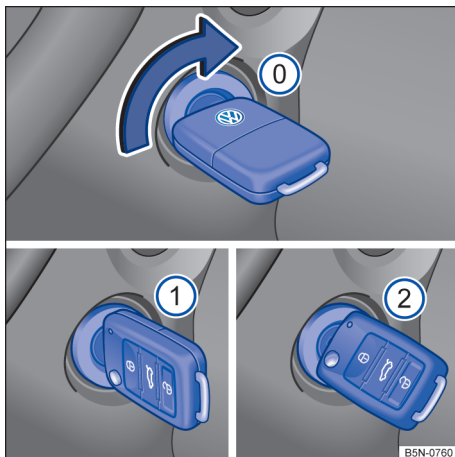

Fig. 84 Ao lado do volante, à direita: posições da chave do veículo no cilindro da ignição.
Posições da chave do veículo → Fig. 84
3.	Girar a chave do veículo na ignição para a posição → Fig. 84 ② para dar partida no motor - não acelerar.
5.	Girar a chave do veículo no cilindro da ignição para a posição → Fig. 84 0 .